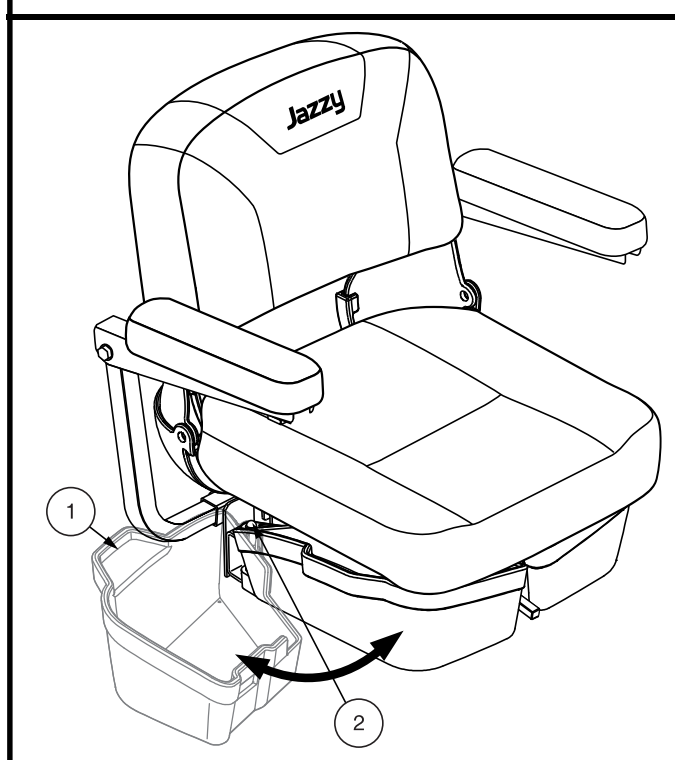

Figura 28. Vano portaoggetti sotto il sedile
1. Sollevare leggermente il punto di presa sul lato del cestello portaoggetti (**vedere figura 28**) e far scivolare il cestello fuori dalla miniscooter.
1. Sollevare leggermente il punto di presa posto sul lato del cestello portaoggetti (**vedere figura 28**) e far scivolare completamente il cestello fuori dalla miniscooter.
2. Se è dotato, rimuovere lo portaoggetti sotto il sedile. **Vedere la figura 28.**
7. Se è dotato, togliere lo portaoggetti sotto il sedile. **Vedere figura 28.**